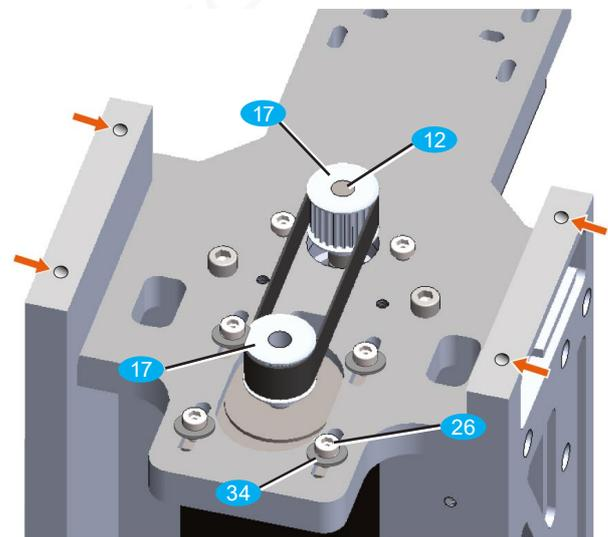

Bild 7: Montage des Achsantriebes
- Abdeckung Zahnriemen **9** (ohne Abbildung) mit Flachkopfschrauben **32** auf den Aussteifungen **4** und **5** verschrauben (rote Pfeile in Bild 7).